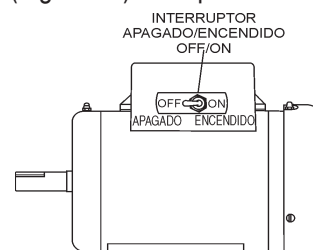

Figura 23. Interruptor del motor eléctrico ON/OFF ENCENDIDO/APAGADO (posición OFF APAGADO)
1. Coloque el interruptor del motor eléctrico **ENCENDIDO/ APAGADO** (Figura 23) en la posición **OFF APAGADO**.